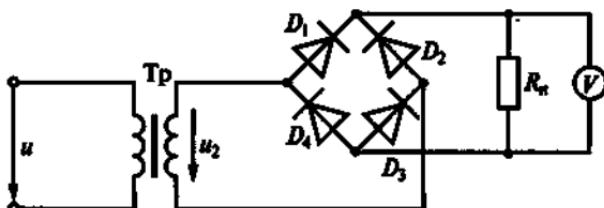

Рис. 195
8.2. Какое напряжение U_0 покажет вольтметр магнитоэлектрической системы на рис. 195, если $U_{2\max} = 282$ В?